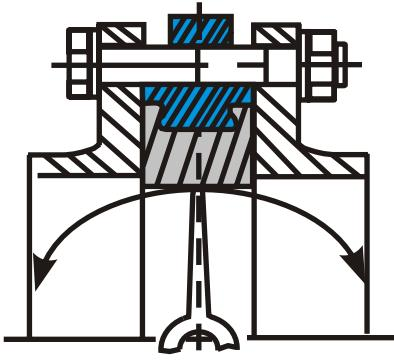

Рис. 2 (неправильно)
- В случае использования фланцев с внутренним диаметром больше名义ального диаметра затвора фланцы не будут полностью закрывать седловое уплотнение, что может привести к повреждению и деформации седлового уплотнения (рис. 2).